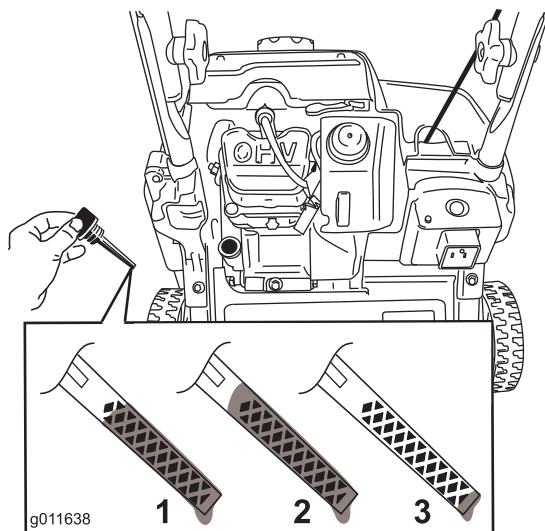

Bild 14
3. Reinigen Sie den Bereich um den Öleinfülldeckel (Bild 14).
8. Siehe Bild 14, wie Sie den richtigen Ölstand am Peilstab ablesen.